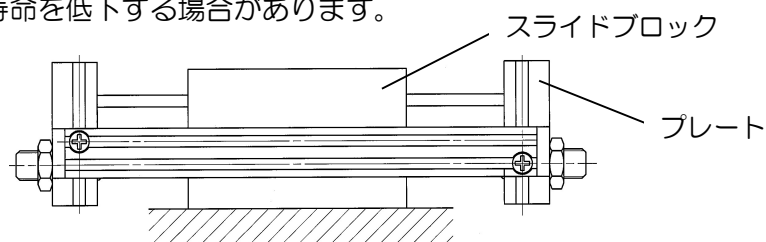

図2. スライドブロックでの取付（禁止）
- ① シリンダの取付けは、必ず、両端のプレートで行ってください。スライドブロック（外部移動子）でのシリンダ取付けは絶対に行わないでください（図2参照）。